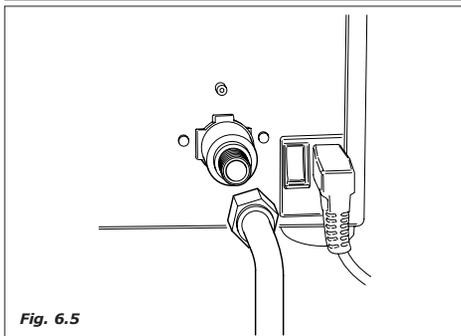

Fig. 6.5
- A Ligação contemplada é um 3/8 gas (Fig. 6.5).